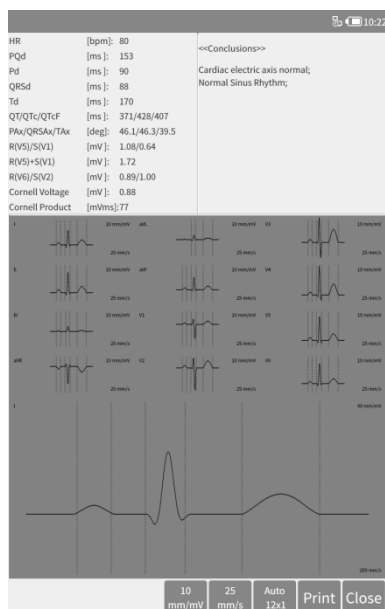

Figure 7-7 Interface de diagnostic
- Rapport : affiche les informations sur les données et le résultat du diagnostic du cas, comme indiqué dans la figure 7-7.